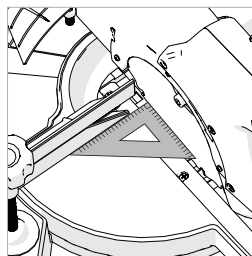

Fig. 19
- Asegúrese de que el cabezal de corte se encuentra en su posición de enclavamiento inferior con el seguro totalmente introducido en su receptáculo. (véase la Fig. 19)
- Coloque una escuadra de ajustador sobre la mesa con el canto de una de las ramas apoyado en la guía y el de la otra rama en el disco (evitando los dientes de carburo de tungsteno). (Fig. 19)